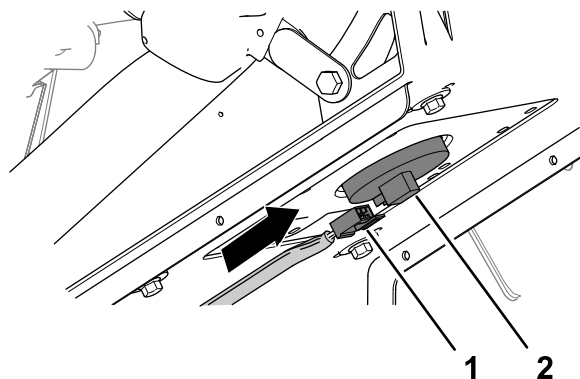

Рисунок 255
6. Вставьте 2-гнездовой разъем жгута проводов машины в разъем переключателя сиденья до срабатывания защелки, которая надежно зафиксирует соединение (Рисунок 255).